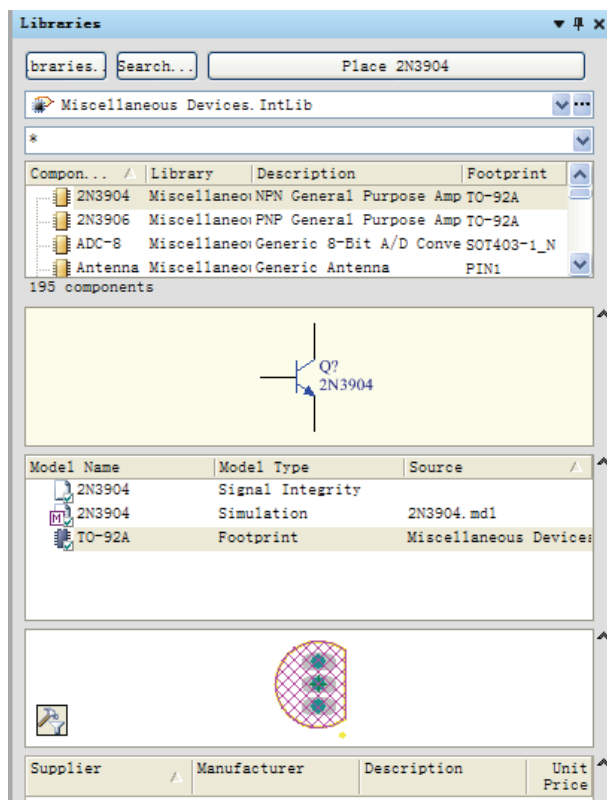
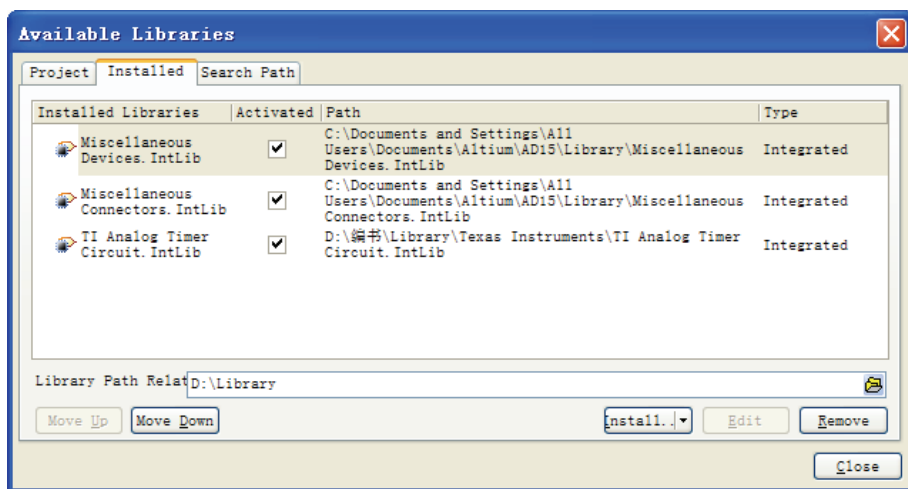

图 4-1 库文件【Libraries】面板
图 4-2 有效库文件（Available Libraries）对话框
（1）执行菜单命令【Design】→【Browse Library...】或单击面板标签 ，选中库文件面板  Libraries，弹出库文件【Libraries】面板，如图 4-1 所示。
（2）在图 4-1 中，单击库查看按钮，弹出有效库文件（Available Libraries）对话框，从中可以看到 Miscellaneous Devices 和 Miscellaneous Connectors 两个默认库，还有一些其他的元件库，如图 4-2 所示。
(7) 因为本例选用的 LF356N 在元件库 ST Operational Amplifier 中。将要使用的元件的所在元件库和元件库的文件夹，可单击图 4-2 中的 **Install Library** 按钮，按提示操作，即可加载所要的